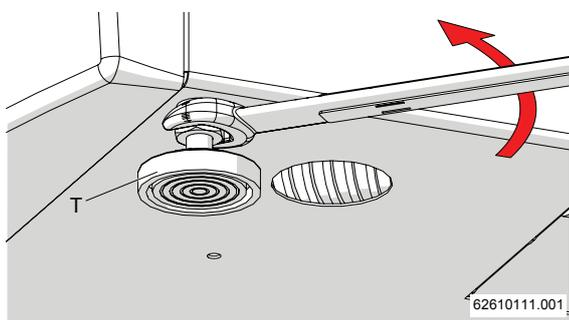

Figura 5-32
1.-allentare, con l'apposita chiave, i piedi regolabili "T" dell'apparecchio (Figura 5-32), inserire la staffa "H" e serrare nuovamente i piedi regolabili "T" (Figure 5-33 e 5-34). Ripetere la medesima procedura sul lato opposto;
- 1.-allentare, con l'apposita chiave, i piedi regolabili "T" dell'apparecchio (Figura 5-32), inserire la staffa "H" e serrare nuovamente i piedi regolabili "T" (Figure 5-33 e 5-34). Ripetere la medesima procedura sul lato opposto;